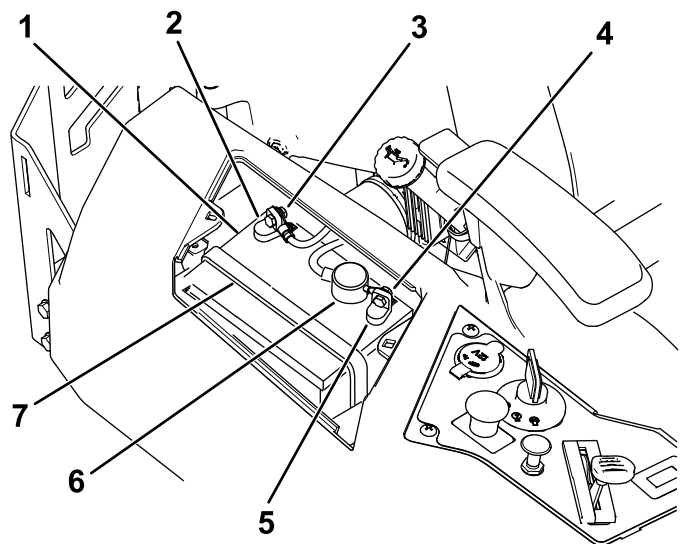

Bild 53
4. Klemmen Sie das Minuskabel (schwarz) vom Batteriepol ab (Bild 53).
6. Klemmen Sie das Pluskabel (Rot) vom Batteriepol ab (Bild 53).
7. Nehmen Sie die Batterieklemme ab (Bild 53) und heben Sie die Batterie aus dem Batteriefach heraus.
1. Setzen Sie die Batterie in das Fach (Bild 53).
5. Befestigen Sie die Batterie mit der Befestigung (Bild 53).